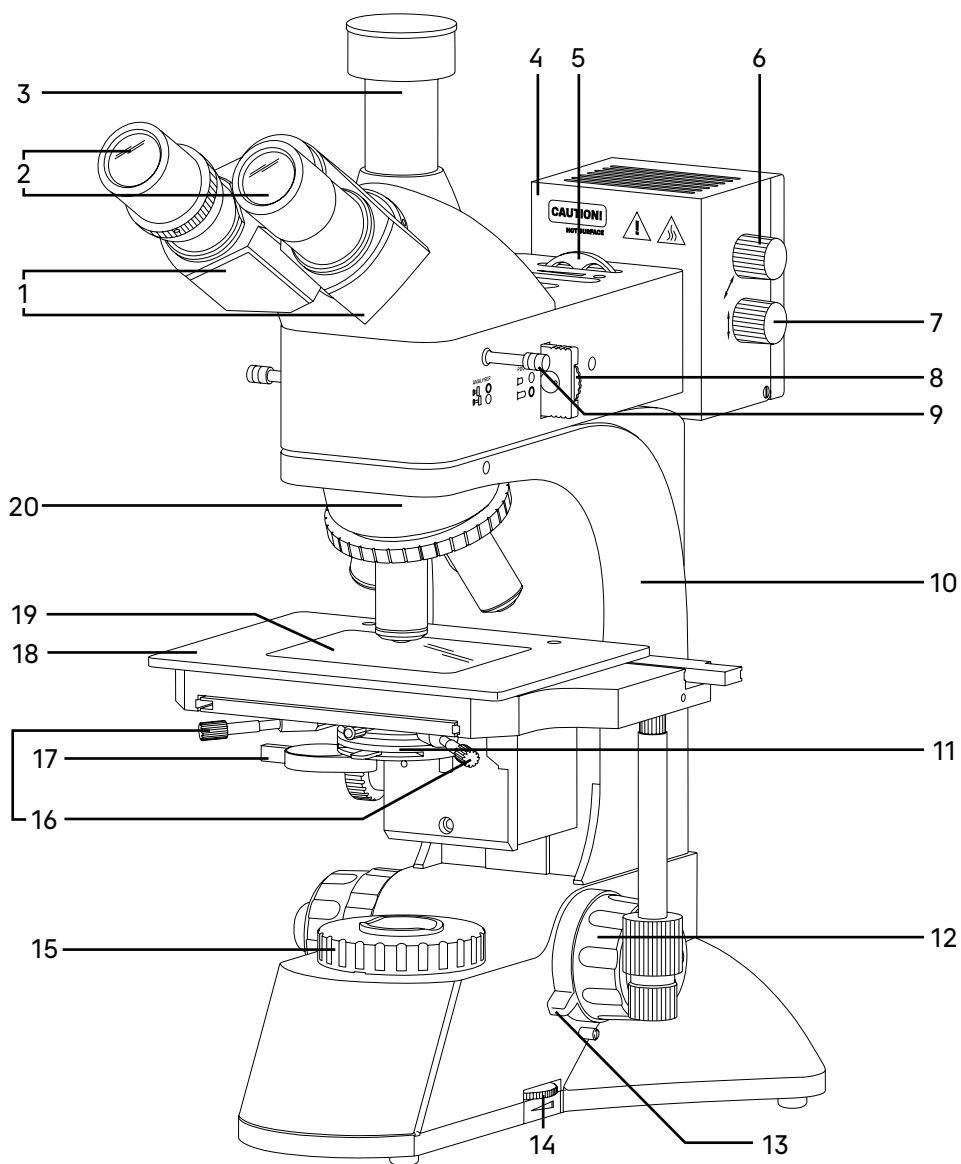
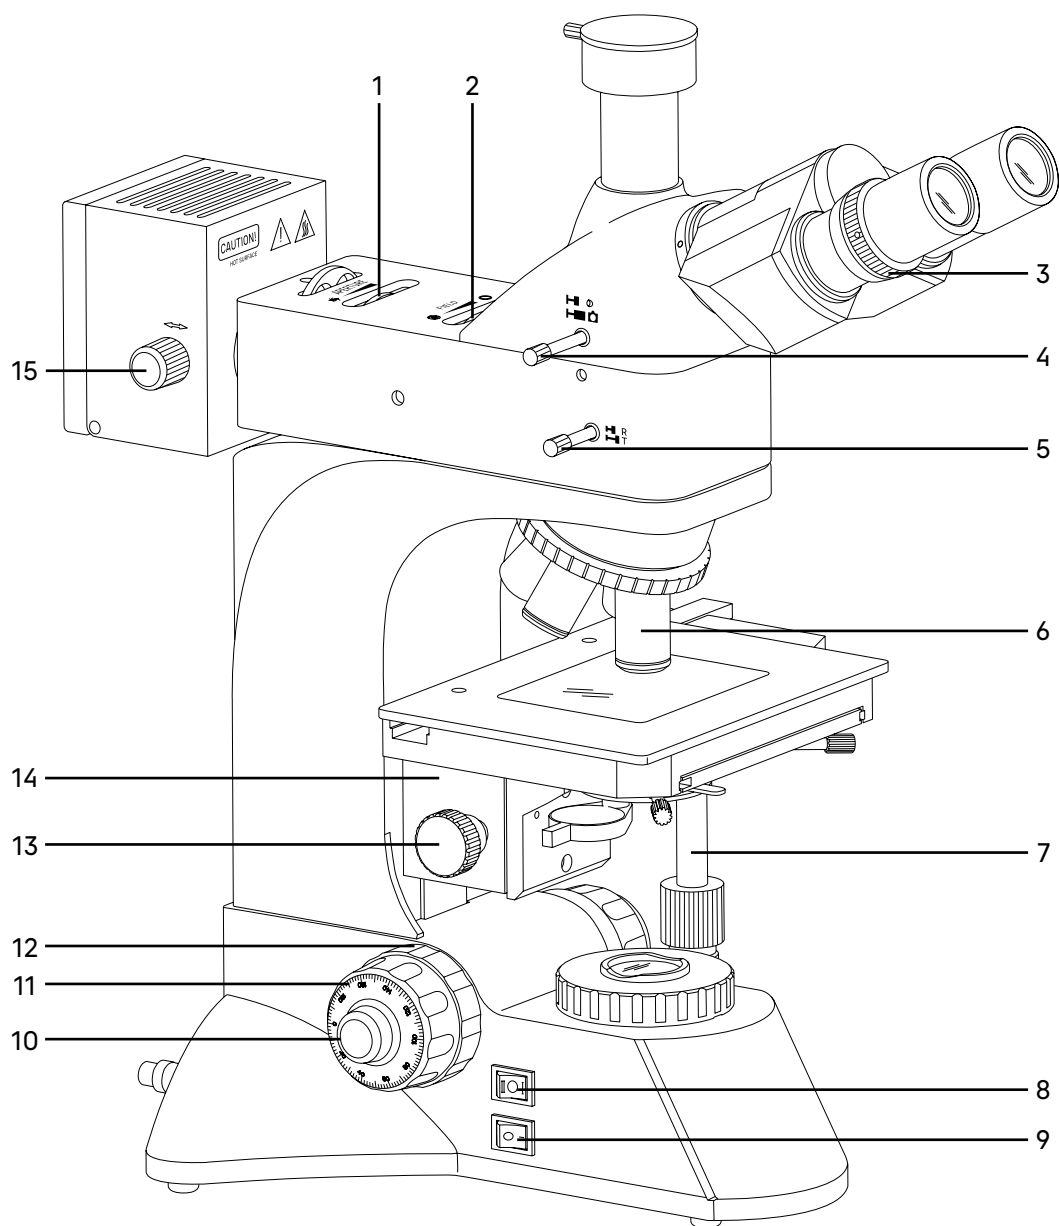

Рис. 1. Микроскоп MAGUS Metal 600 | 600BD. Вид справа
Рис. 2. Микроскоп MAGUS Metal 600 | 600BD. Вид слева
Общий вид микроскопа представлен на рис. 1 и 2.
На штативе 10 (рис. 1) закреплены:
- револьверное устройство 20 (рис. 1) с объективами 6 (рис. 2);
- предметный столик 18 (рис. 1);
- тубусы визуальной насадки 1 (рис. 1);
- фонарь с галогенной лампой 4 (рис. 1);
- кронштейн конденсора проходящего света 14 (рис. 2).
На левой боковой поверхности основания расположен выключатель электропитания 9 (рис. 2) сети.
На правой боковой поверхности основания расположен диск регулировки яркости 14 (рис. 1) осветителя.
Грубая фокусировка производится вращением коаксиальных рукояток 11 (рис. 2), расположенных по обеим сторонам штатива.
Тонкая фокусировка производится вращением рукояток 10 (рис. 2), расположенных по обеим сторонам штатива. Тонкая фокусировка требуется для более точной фокусировки на объект и для подфокусировки микроскопа на резкость изображения при смене объективов и препаратов.
Механизм регулировки жесткости хода грубой фокусировки 12 (рис. 2) – кольцо между штативом и рукояткой грубой фокусировки с левой стороны. С помощью кольца регулируется жесткость хода грубой фокусировки таким образом, чтобы жесткость была комфортной для пользователя, но при этом револьвер с объективами не опускаться самопроизвольно во время работы.
Механизм блокировки грубой фокусировки 13 (рис. 1) расположен с правой стороны. После завершения грубой фокусировки рекомендуется перевести рычаг в крайнее положение в направлении по часовой стрелке. Благодаря этому закрепится положение грубой фокусировки для быстрой рефокусировки после смены препарата.
Тринокулярная визуальная насадка обеспечивает визуальное наблюдение изображения объекта. Насадка закреплена на штативе 10 (рис. 1). В гнездо насадки устанавливается блок окулярных тубусов 1 (рис. 1) и закрепляется винтом. При установке необходимо повернуть тубусы вверх или вниз для удобства наблюдения в зависимости от роста пользователя.
Тубусы визуальной насадки не имеют механизма диоптрийной подвижки окуляров для компенсации аметропии глаз наблюдателя. Диоптрийная подвижка находится на левом окуляре 2 (рис. 1).
В вертикальный тубус 3 (рис. 1) корпуса визуальной насадки (канал визуализации) с помощью переходника C-mount устанавливается система визуализации с монитором. Камера служит для вывода изображения на экран компьютера или на монитор/телевизор. Переключение светового потока на канал визуализации производится рукояткой 4 (рис. 2). Рукоятка имеет два положения: 100/0 и 0/100.
В комплект микроскопа входят окуляры 1 (рис. 1). Окуляры имеют высокое положение выходного зрачка и предназначены для работы как в очках, так и без них.
Револьверное устройство 20 (рис. 1) обеспечивает установку пяти объективов 6 (рис. 2). Смена объективов производится вращением револьверного устройства за конусную рифленую поверхность до фиксированного положения.
Конденсор 11 (рис. 1) установлен в кронштейн 14 (рис. 2) под предметным столиком микроскопа. Тип крепления конденсора – «под винт». Конденсор устанавливается по направляющим при поднятом предметном столике и опущенном кронштейне. Перемещение конденсора вдоль оптической оси микроскопа осуществляется с помощью рукоятки перемещения кронштейна конденсора 13 (рис. 2), расположенной слева от наблюдателя под предметным столиком микроскопа. Диапазон перемещения конденсора – не менее 13 мм.
Центрировка конденсора в оптической оси осуществляется двумя винтами 16 (рис. 1)
Двухкоординатный предметный столик 18 (рис. 1) обеспечивает перемещение объекта в двух взаимно перпендикулярных направлениях с помощью рукояток 7 (рис. 2), расположенных на одной оси.